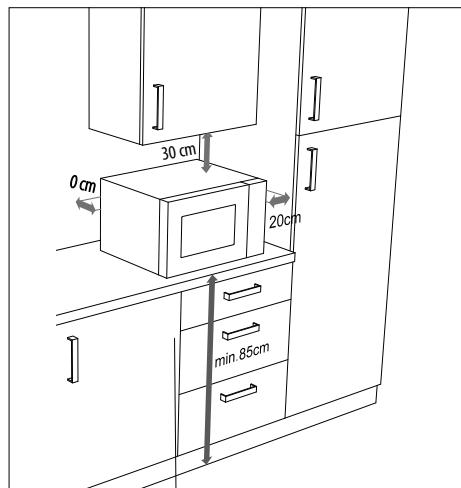

Fig. 4 – Distance entre les appareils
- ▶ Les distances illustrées dans la (**voir Fig. 4**) doivent être respectées pour une ventilation suffisante. L'espace au dos de l'appareil doit toucher le mur. Il garantit la bonne distance lors de l'installation du four à micro-ondes.